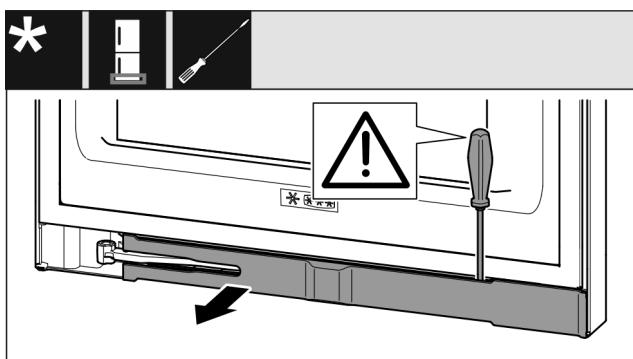

Fig. 14
- ▶ 使用带槽螺丝刀松开隔板并把它转到一边。（参见 Fig. 14）